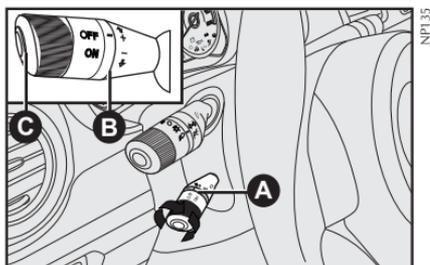

fig. 56
### MANDOS - fig. 56
El regulador de velocidad se activa o desactiva mediante la palanca **A-fig. 56**.
Un breve toque en palanca **B-fig. 56** hacia arriba (posición +) permite aumentar la velocidad memorizada.
Un breve toque en palanca **B-fig. 56** hacia abajo (posición -) permite disminuir la velocidad memorizada.
Cada vez que se acciona la palanca **B-fig. 56** la velocidad aumenta o disminuye 1 km/h aproximadamente.
Después de la desactivación automática del dispositivo, el botón **C-fig. 56** permite restablecer la velocidad memorizada.
La extremidad de la palanca **A-fig. 56** puede permanecer en la posición **ON** sin dañar el dispositivo. De todas formas, se aconseja que lo desactive girando el conmutador a la posición **OFF**, cuando no lo utilice para evitar que por error se memorice una velocidad cualquiera.
Ponga la extremidad de la palanca **A-fig. 56** en la posición **ON** y lleve el vehículo a la velocidad deseada.
Ponga la palanca **A-fig. 56** en la posición (+) durante tres segundos como mínimo, luego suéltela. La velocidad del vehículo permanece memorizada y por lo tanto, es posible soltar el pedal del acelerador.
- presionando el botón **C-fig. 56**.
- 2) Un breve toque en la palanca **A-fig. 56** hacia a la posición (+): por cada
- 2) Manteniendo posicionando el anillo **A-fig. 56** a la posición (-) hasta alcanzar la nueva velocidad que quedará memorizada automáticamente.
Gire el anillo **A-fig. 56** en **OFF** o la llave de arranque a la posición **STOP**.